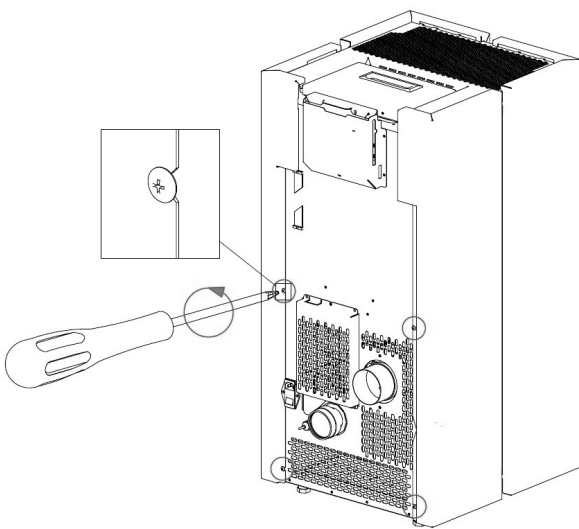

Fig. 52 - Afmontering af skruer
- Løsn de 4 øverste skruer (se **Fig. 52**).